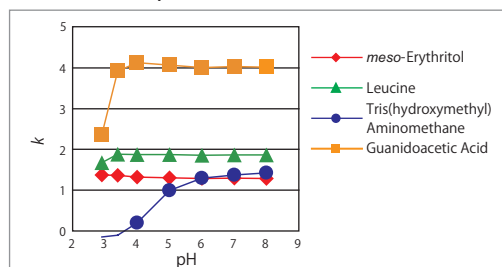

図 3. pH と保持との関係
- ・中性付近の pH で使用すると保持は大きくなります(図3)。